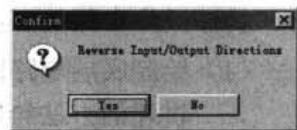

图 6-19 端口方向 Confirm(确认)对话框
- (1) 生成 Cpu.sch 子电路图：执行菜单命令 Design|Create Sheet From Symbol，光标变成十字形状，移动鼠标选择准备生成子电路图的方块电路图，将十字光标移动到 CPU 方块电路图上，单击鼠标左键或按下 Enter 键进行选择，系统将弹出如图 6-19 所示的 Confirm（确认）对话框。